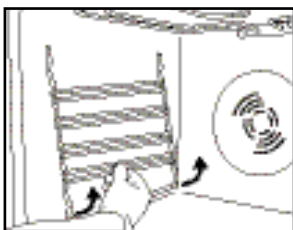

Fig.3
1. Retirer les grilles de support des accessoires latérales (Fig. 3).